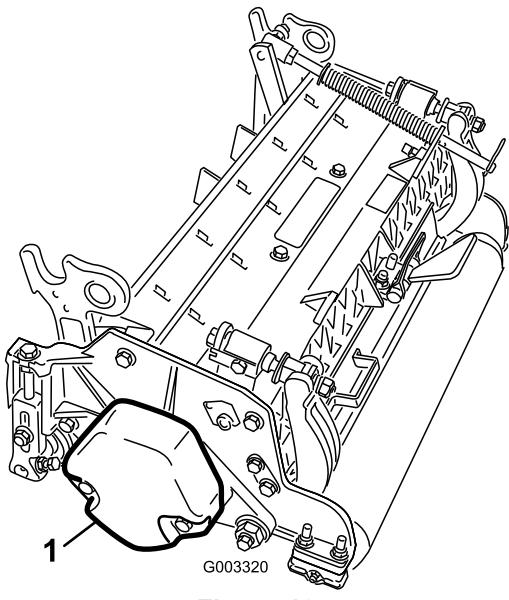

Figura 12
**Nota:** Rimuovete il contrappeso (Figura 12).